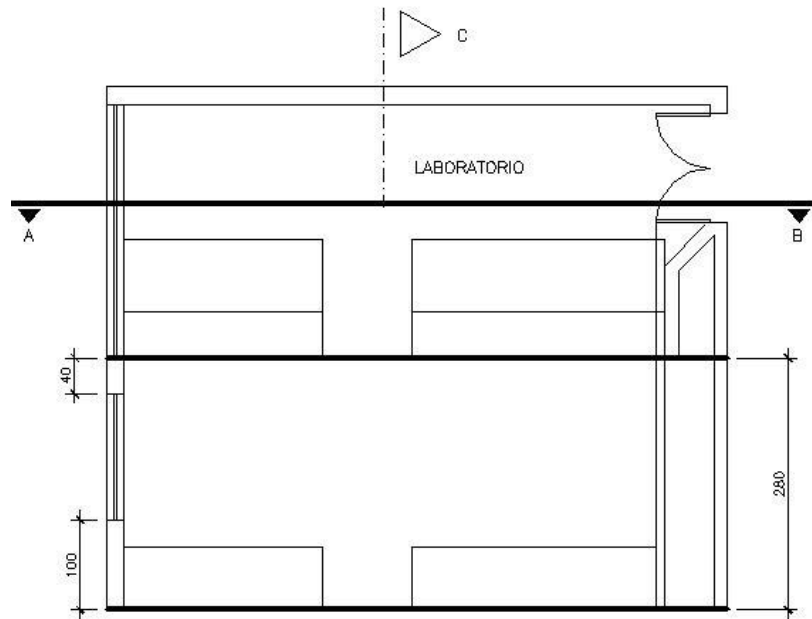

Figura 33 – Corte
12. Construa o perfil da janela utilizando o comandos Offset  e trim . Ajuste o corte conforme as medias apresentadas na figura 33.